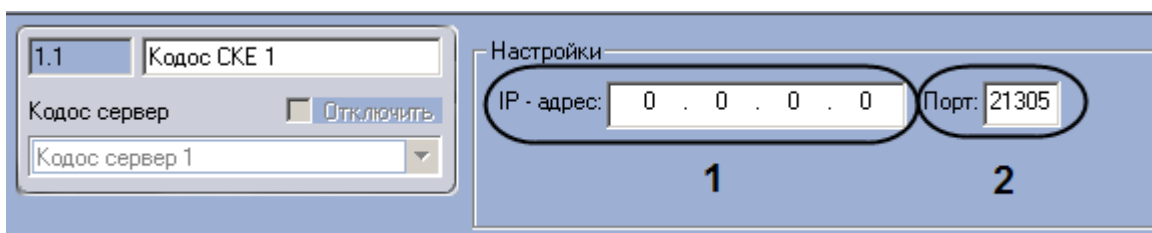

Рис. 3.2—2 Настройка подключения оборудования КОДОС к Серверу
2. Ввести IP-адрес подключения оборудования КОДОС по локальной сети в поле **IP-адрес** (см. Рис. 3.2—2, 1).